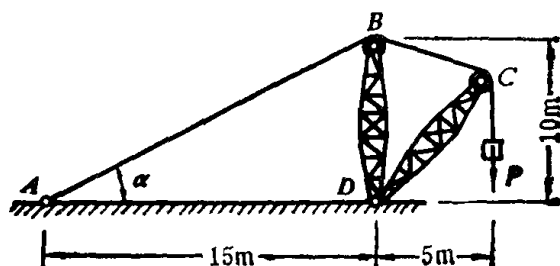

图 1.16
1.16 起重机如图1.16示, 钢丝绳AB的横截面积面积为 $A = 500\text{mm}^2$, 材料许用应力 $[\sigma] = 40\text{MPa}$, 试根据钢丝绳的强度求起重机允许起吊的最大重量 $[P]$ 。